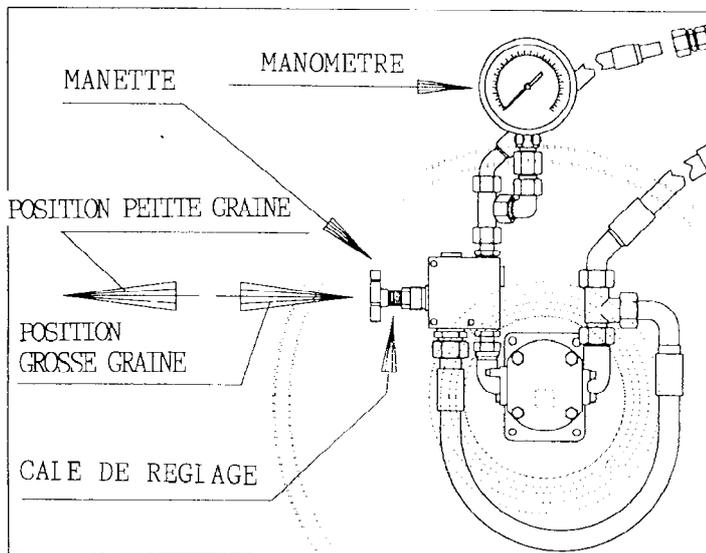

Fig. 1
5. Si l'on atteint pas le régime souhaité, augmenter par étape le débit du tracteur. Si le régime n'est toujours par atteint, on peut l'augmenter en retirant des cales sous la manette du distributeur (fig. 1).
3. Le régime de turbine est automatiquement réduit par le distributeur – Si celui-ci était inférieur au régime nominal pour petites graines, on peut revisser légèrement la manette (fig. 1).